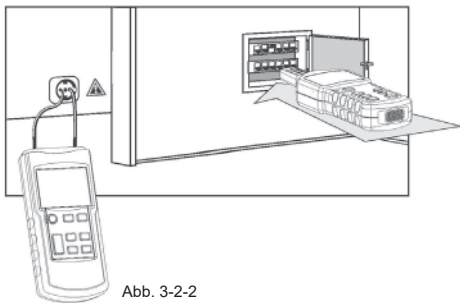

Abb. 3-2-2
In einem Gebäude mit mehreren Wohnungen verwenden Sie die Anschlüsse L und N an der Steckdose irgendeiner Wohnung, um die Signale vom Transmitter (wie in Abb. 3-2-2 dargestellt) zuzuführen, und stellen Sie die Sendeleistung des Transmitter auf einem geeigneten Niveau ein.
- Schließen Sie den Transmitter gemäß Abb. 3-2-2 an.